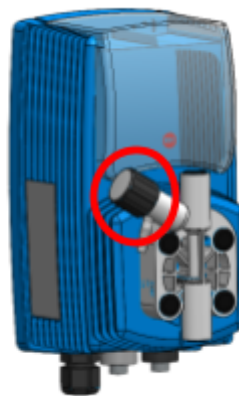

Abbildung 79.
- Entlüften: Drehen Sie den Entlüftungsknopf (siehe Abbildung 79) am Pumpenkopf auf.